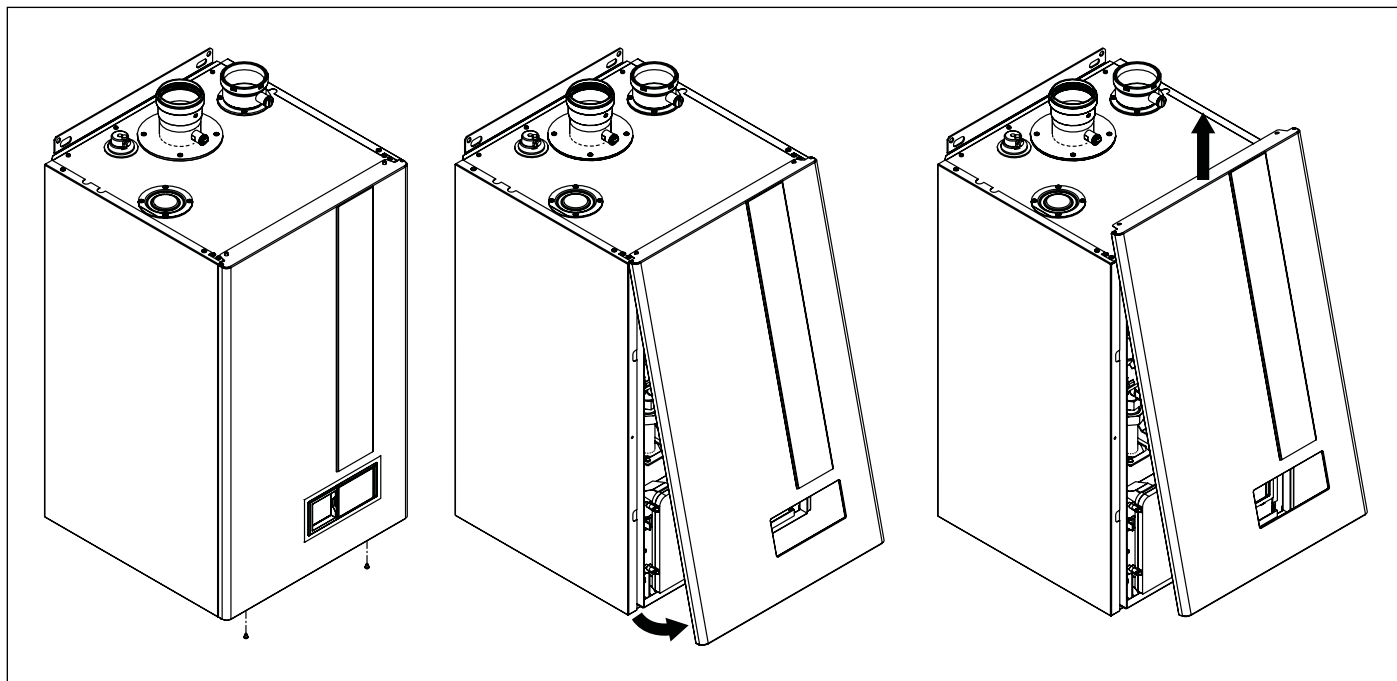

Fig. 26 Deschidere carcasă
- Scoateți carcasa frontală a cazanului (consultați Fig. 26 Deschidere carcasă).